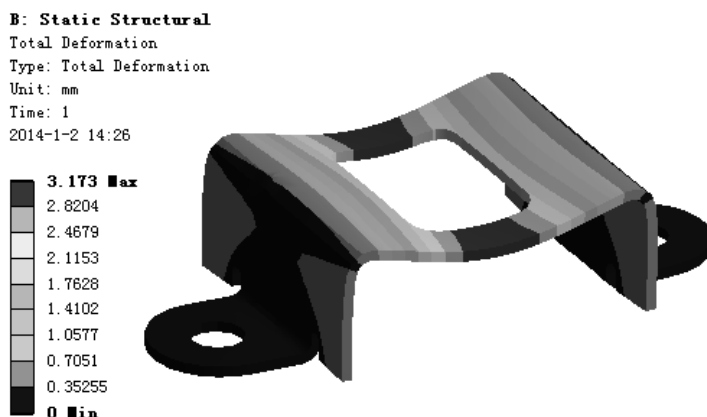

图 7.4.11 位移变形结果图解
(3) 查看位移变形结果图解。在“Outline”窗口中选中  **Total Deformation**，查看图 7.4.11 所示的位移变形结果，其最小位移为 0 mm，其最大位移为 3.173mm。